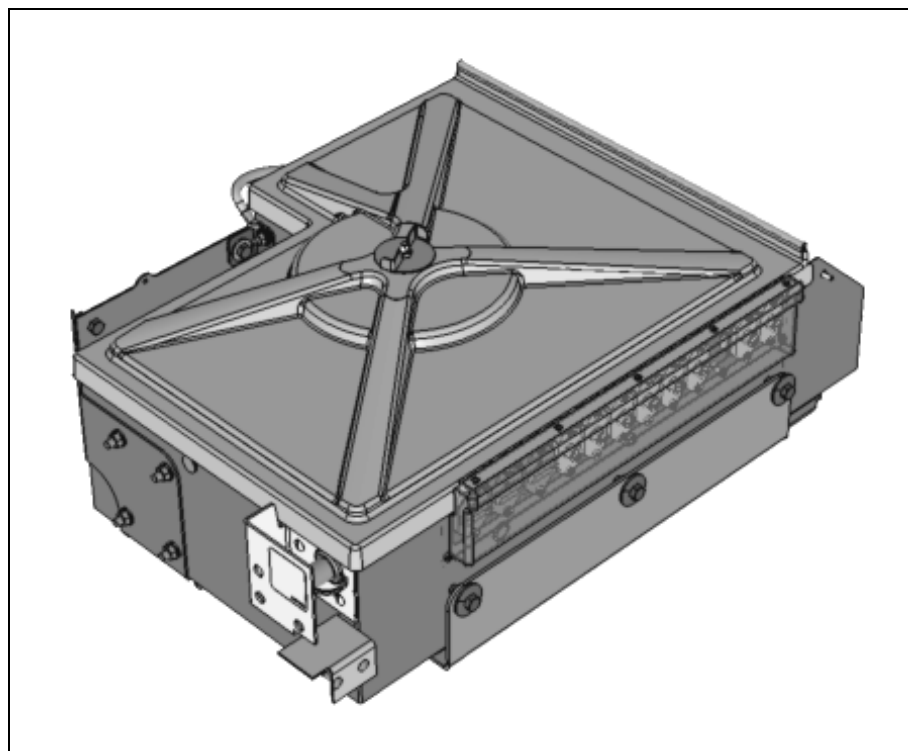

Fig.9 Nouveau couvert installé.
15. Installer le nouveau couvert (068858), fixer à l'aide de l'écrou papillon (068765) et vérifier l'installation (Fig.9).